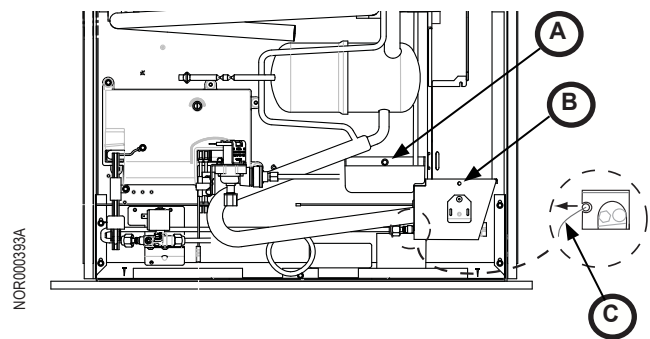

Fig. 6: Zona del quemador
1. Saque el tornillo que sujeta la taza de goteo (fig. 6, A).
2. Saque el tornillo que sujeta la cubierta del quemador (fig. 6, B). Saque la cubierta.
3. Tire del cable del encendedor (fig. 6, C) por el anillo. Ponga la cubierta aparte.